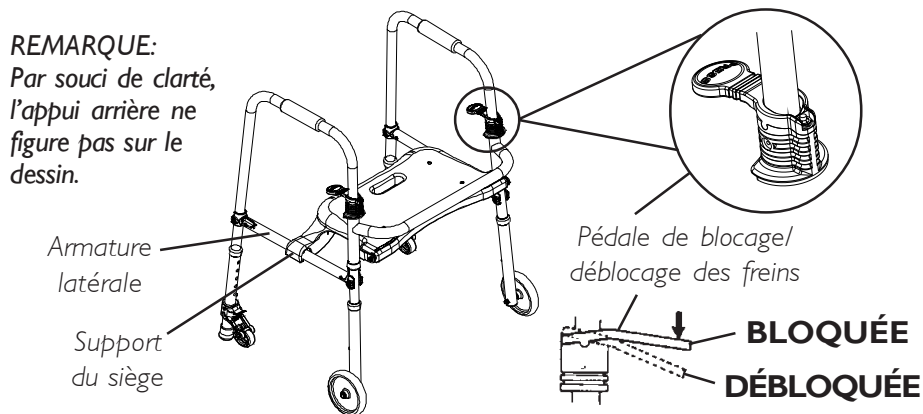

FIGURE 1 - OUVERTURE DE LA MARCHETTE
OUVERTURE/PLIAGE DE LA MARCHETTE (FIGURE 1)
2. Attrapez la poignée et abaissez le siège en le poussant vers le BAS jusqu'à ce que les supports du siège s'engagent complètement dans les tiges transversales comme le montre la FIGURE 1.